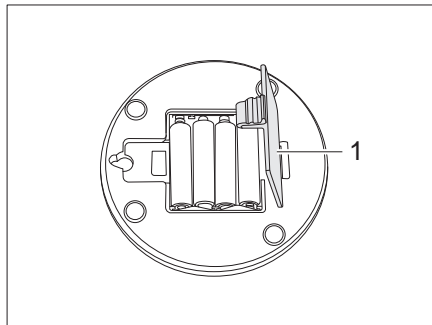

Bild 283 Lampa i skjutbart tak
- Öppna batterifacket (Bild 283,1) och ta ut batterierna.
- Sätt in nya batterier och stäng batterifacket (Bild 283,1).